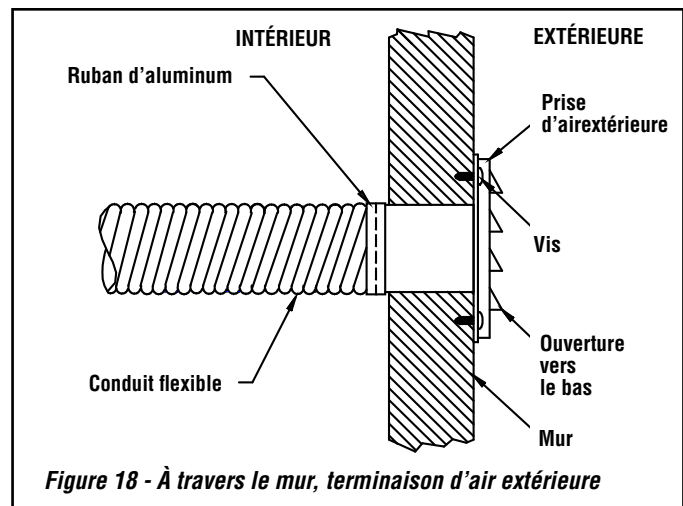

Figure 18 - À travers le mur, terminaison d'air extérieure
- B) Le registre d'admission d'air ne doit pas être installé à plus de dix (10) pieds (3050 mm) au-dessus de la base du poêle.
- Faites une ouverture de 4-1/4 po. (110 mm) dans le mur extérieur de la maison à l'emplacement choisi. De l'extérieur, placez le registre d'air dans l'ouverture (les persiennes ouvertes vers le bas) et fixez le registre au mur avec les vis tel que montré (*voir Figure 18*).
- Fixer la gaine sur la prise du poêle (*voir Figure 18*). En vous servant du ruban d'aluminium (inclus), enroulez le ruban autour du joint entre le conduit flexible et les entrées d'air.